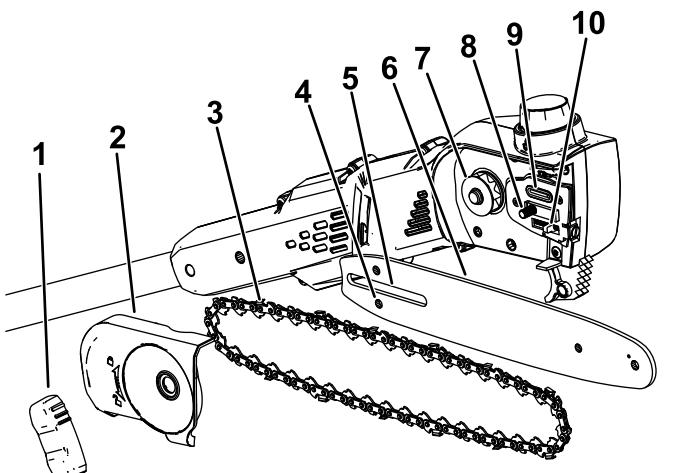

Figura 20
2. Retire la cubierta lateral; gire el pomo de la cubierta en sentido antihorario hasta que el pomo quede libre, y luego retire la cubierta lateral (Figura 20).
7. Compruebe que la salida de aceite (Figura 20) está libre de residuos; limpie la zona si es necesario.
Importante: Asegúrese de introducir el espárrago de ajuste de la cadena en la ranura del espárrago de ajuste de la cadena de la espada (Figura 20). Puede ser necesario girar el tornillo tensor de la cadena para poder introducir el espárrago en el orificio de la espada.